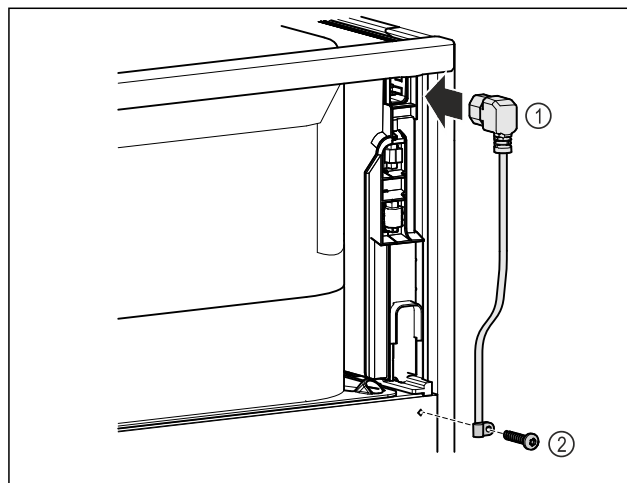

Fig. 13
- ▶ Netsnoer Fig. 13 (1) in de koudapparaatbus aan de achterkant van het apparaat steken.
- ▶ Trekontlasting monteren. Fig. 13 (2)